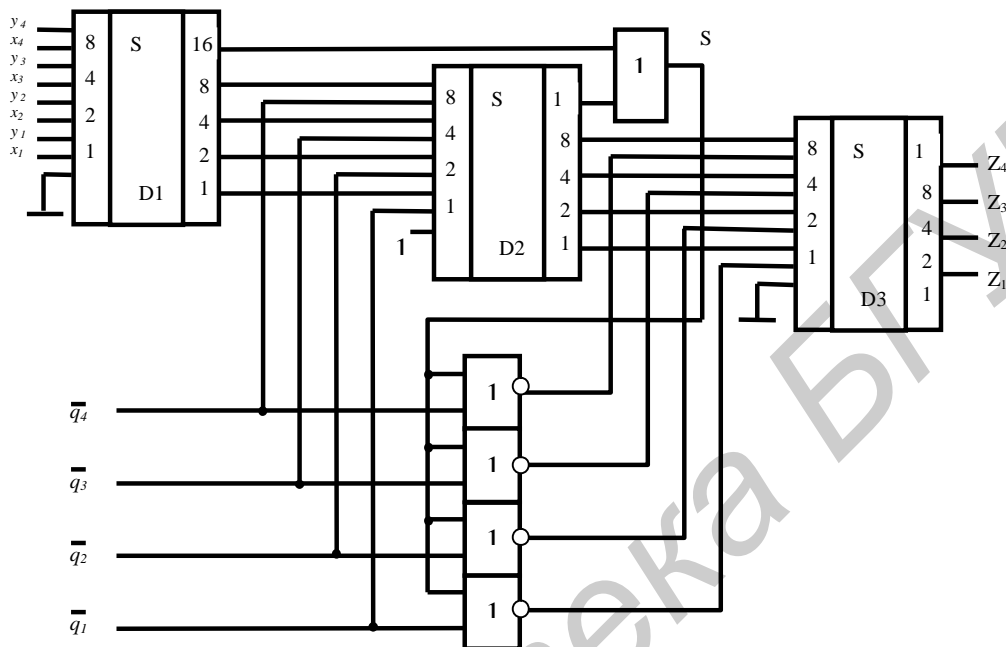
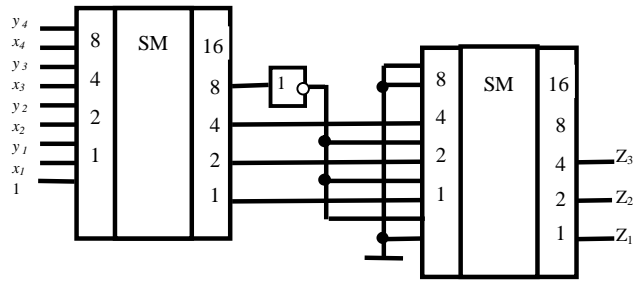

Рис. 1
Рис. 2
На основании соотношения (2) может быть построена схема сумматора по модулю q, где q — любое простое число. На рис. 1 показана схема сумматора для случаев, когда число q можно представить не более чем четырьмя разрядами ( $q=3, 5, 7, 11, 13$ ). Двоичный сумматор D1 производит
Если  $q = 2^n - 1$  (при  $n = 2, 3, 5, 7, 13, 17, 19, 31$  числа  $q$  — простые), то схема сумматора по модулю  $q$  упрощается, так как  $2^n - q = 1$  и сумма (1) вычисляется с помощью одного двоичного сумматора (число 1 подается на вход сумматора D1, а сумматор D2 и ЛЭ ИЛИ исключаются). При ( $q = \text{const}$  схема сумматора по модулю  $q$  может быть упрощена за счет исключения ЛЭ ИЛИ—НЕ. В этом случае следует получить сигнал  $\bar{s}_{n+1}$  и подать его на входы двоичного сумматора D3, соответствующие числу  $q$ . На рис. 2 показана схема сумматора по модулю 7 ( $7 = 2^3 - 1$ ), выполненная на основе 4-разрядных двоичных сумматоров (здесь достаточно было бы использовать 3-разрядные двоичные сумматоры).
В отчете привести: цель лабораторной работы, выражения (1) и (2), рис.1, рис.2, функциональную схему разработанного сумматора по заданному преподавателем модулю  $q$ , результат проверки правильности функционирования разработанного сумматора с помощью пакета Electronics Workbench.